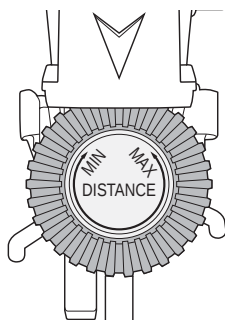

Fig. 5
- ♦ Poussez le levier de blocage ❷ vers le bas et tournez le sélecteur ❶ en direction de MAX pour augmenter la portée du jet d'eau (voir fig. 5). Lorsque vous tournez le sélecteur ❶ jusqu'en butée en direction de MAX, l'appareil peut envoyer un jet d'eau jusqu'à 11 mètres avec une pression de l'eau de 4 bars.
- ♦ Poussez le levier de blocage ❷ vers le bas et tournez le sélecteur ❶ en direction de MIN pour réduire la portée du jet d'eau (voir fig. 5).